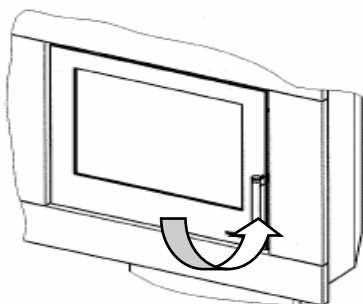

fig. 2
- ouvrir la porte en basculant la poignée vers le haut. (voir fig. 2.)